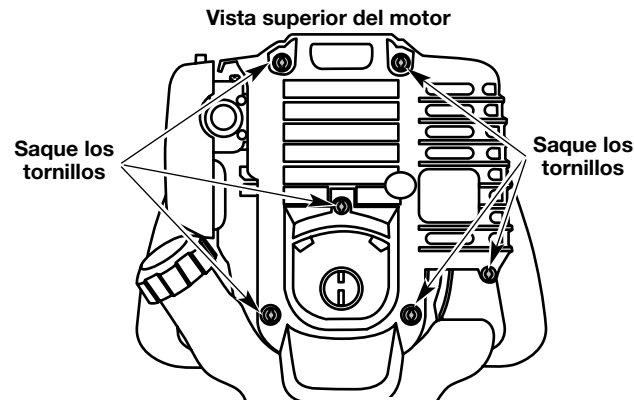

Fig. 51
- Quite los dos (6) Tornillos de encima de la tapa del motor con un destornillador de pala o Torx #25 (Fig. 51).
- Saque la cubierta del motor (Fig. 51).
1. Apague el motor y espere que se enfríe. Retire los seis (6) tornillos de la parte posterior de la tapa del motor con destornillador de cabeza plana o Torx No. T-25 (Fig. 51).